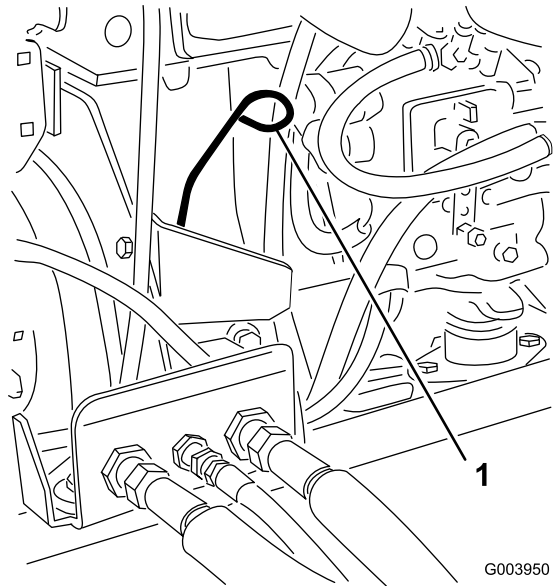

Bild 29
3. Nehmen Sie den Peilstab heraus und wischen Sie ihn ab. Stecken Sie ihn dann ein (**Bild 29**).